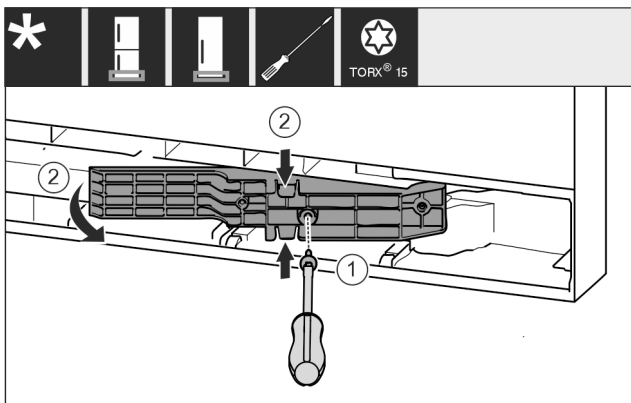

Fig. 18 *
- ▶ Atskrūvējiet skrūves ar skrūvgriezi T15. Fig. 18 (1)*
- ▶ Izvelciet adapteri. Fig. 18 (2)*